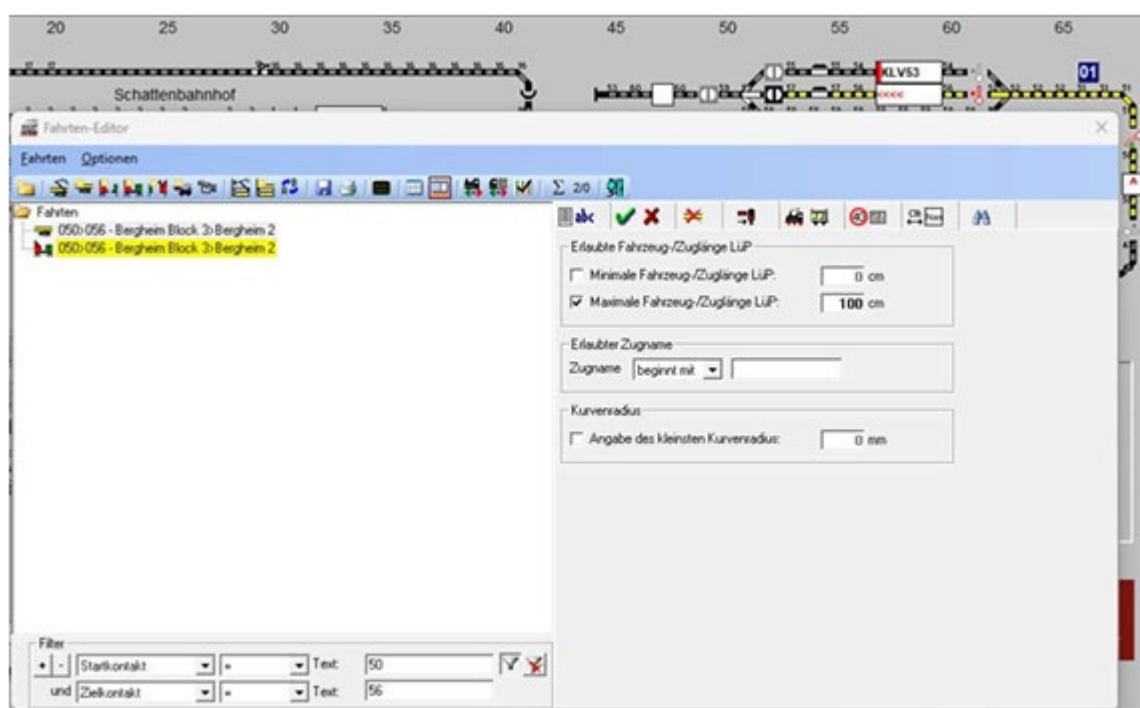

Abb. 7.109 Der Eintrag der Zuglänge hier verarbeitet die „reale“ Fahrzeug bzw. Zuglänge in Zentimeter
Dans l'itinéraire de la figure 7.109, les paramètres de la matrice de la troisième colonne (Longueur (X)) sont les suivants : tous les véhicules des catégories « Véhicule individuel » à « Moyen » sont autorisés.